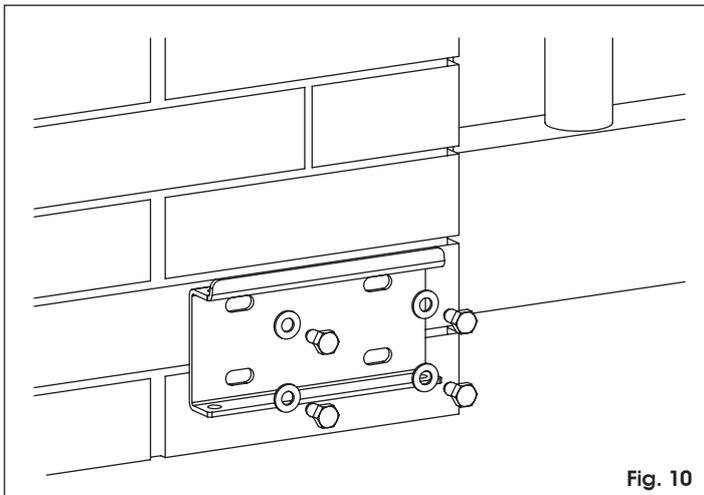

Fig. 10
- Fixer la patte postérieure dans la position déterminée précédemment en utilisant quatre vis M8. Pendant la fixation, respecter l'orientation de la Fig. 10 et contrôler l'horizontalité de la patte avec un niveau à bulle.